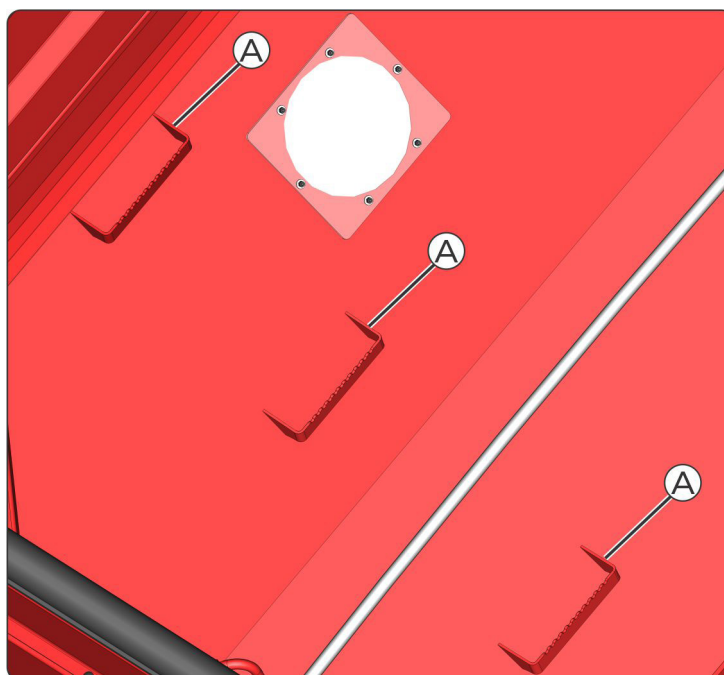

fig. 08
En el interior del depósito, se encuentran los escalones (A) (fig. 08); cuando el operador necesita acceder a estos, se debe garantizar que no se descarguen granos en este, para evitar el riesgo de asfixia. El remolque tampoco puede ponerse en funcionamiento para evitar accidentes con el sinfín de la máquina.